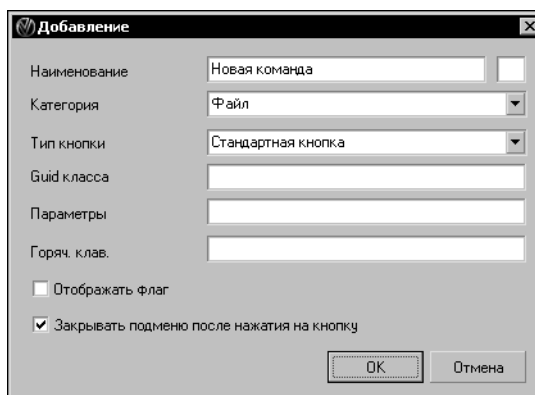

Рис. 19.9. Создание новой команды с типом кнопки «Стандартная кнопка»
2. Появится окно **Добавление** (рис. 19.9).